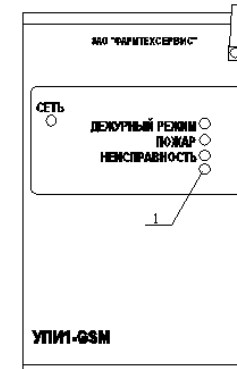

Рисунок 3
4.11 Для проверки передачи SMS – сообщения «Пожар» необходимо кнопку проверки автономного извещателя нажать и удерживать в нажатом состоянии в течение 1 мин (до включения светового индикатора 1 на лицевой поверхности устройства, рисунок 3). После этого устройство начнет передачу SMS – сообщения «Пожар» на запрограммированные номера мобильных телефонов.